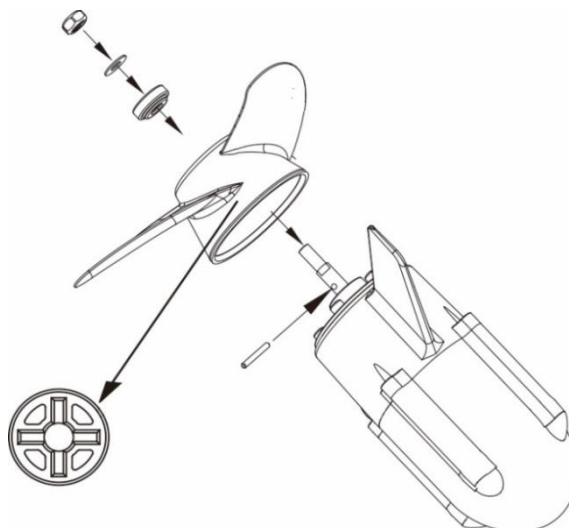

рисунок 1b
1. Вставить шпонку в отверстие вала- она должна находиться в позиции горизонтальной. Надо так уставить винт, чтобы паз в винте соответствовал положению шпонки. Заложить гребной винт, накладку, гайку на вал. В случае ES-XT65/ES-XT65X TURBO MAX перед накладкой и гайкой надо положить специальное кольцо - рис. 1b.